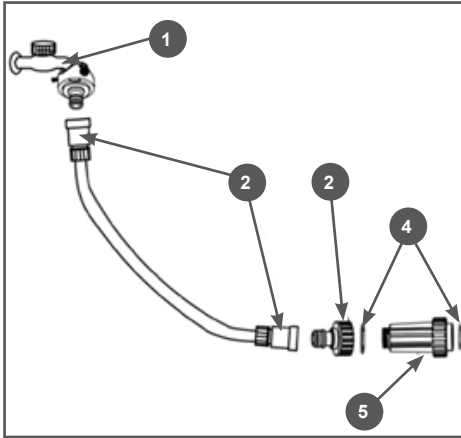

Рис.8 Подключение аппарата к водопроводу
1. Подсоедините к водопроводному крану шланг подачи воды (в комплект не входит) (Рис. 8).
Если фильтр тонкой очистки (размер ячеек $\leq 100 \mu\text{м}$) уже установлен в системе очистки водопроводной воды, то установка фильтра 5 (Рис. 8) не требуется.